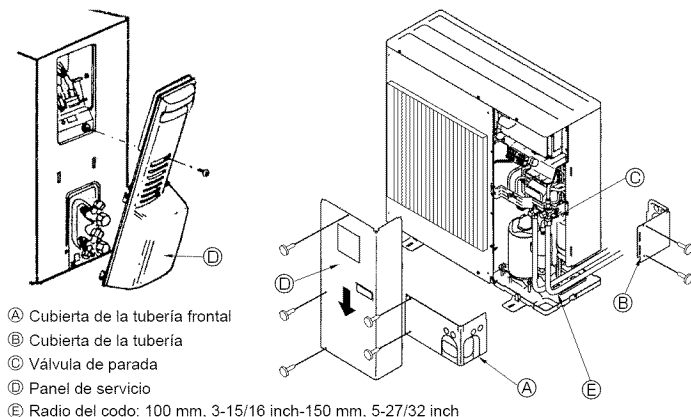

Fig. 4-3
② Caliente el tubo de líquido y el tubo de gas y aplique una fina capa de aceite de refrigeración (aplicado directamente).
4.3. Tubos de refrigerante (Fig. 4-3)